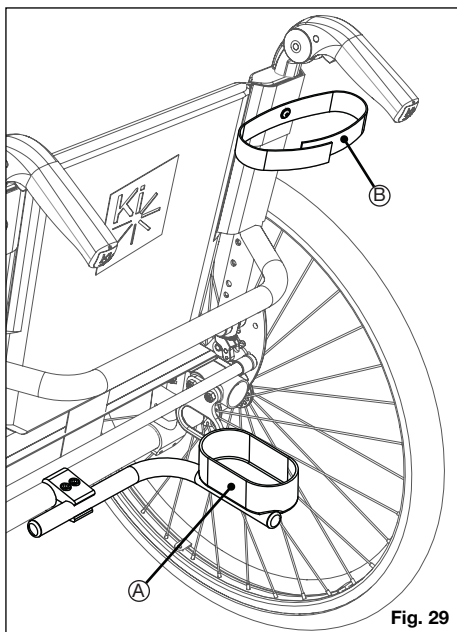

Fig. 29
1. Placer den smalle ende af stokken eller krykken i bunden af holderen (fig. 29:A).
2. Brug både krog og løkke til fastgøring (fig. 29:B) for at sikre stok eller krykker til